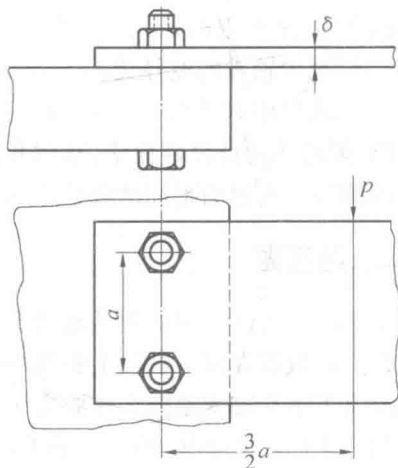

图 4
1. 图 4 所示为一个厚度为 δ 的薄板，用两个铰制孔螺栓固定在机架上。已知：载荷 $P=5\ 000\text{ N}$ ， $a=200\text{ mm}$ ， $\delta=20\text{ mm}$ ，螺栓、板和机架的材料均为 A3 钢。许用拉应力 $[\sigma]=120\text{ N/mm}^2$ ，许用剪应力 $[\tau]=44\text{ N/mm}^2$ ，许用挤压应力 $[\sigma]_p=66\text{ N/mm}^2$ 。试分析：